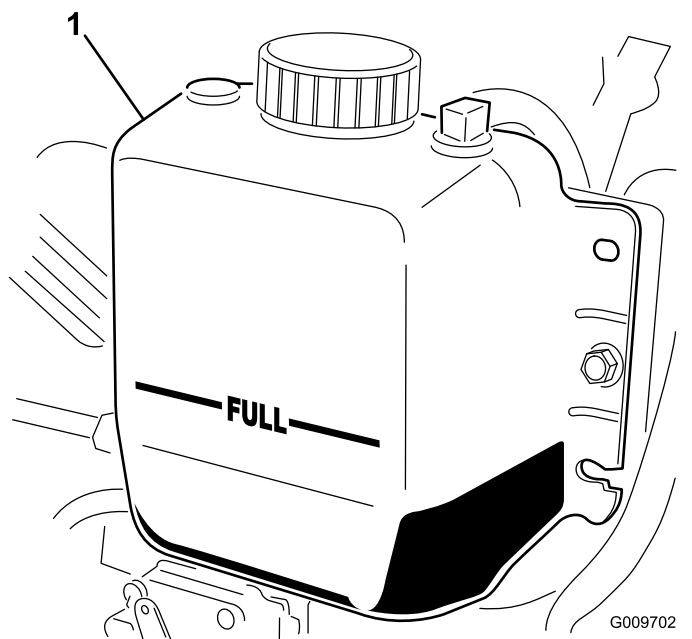

图 62
2. 检查散热器冷却液液位。散热器中的冷却液应添加至加液口颈的顶部而膨胀水箱中的冷却液应添加至已满标记处图 62。